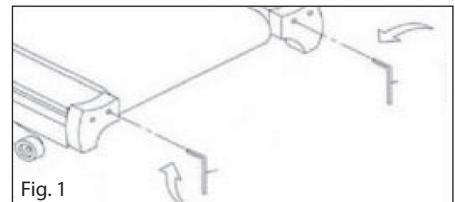

Fig. 2
2.2. Centraggio del piano di corsa (Fig. 2):